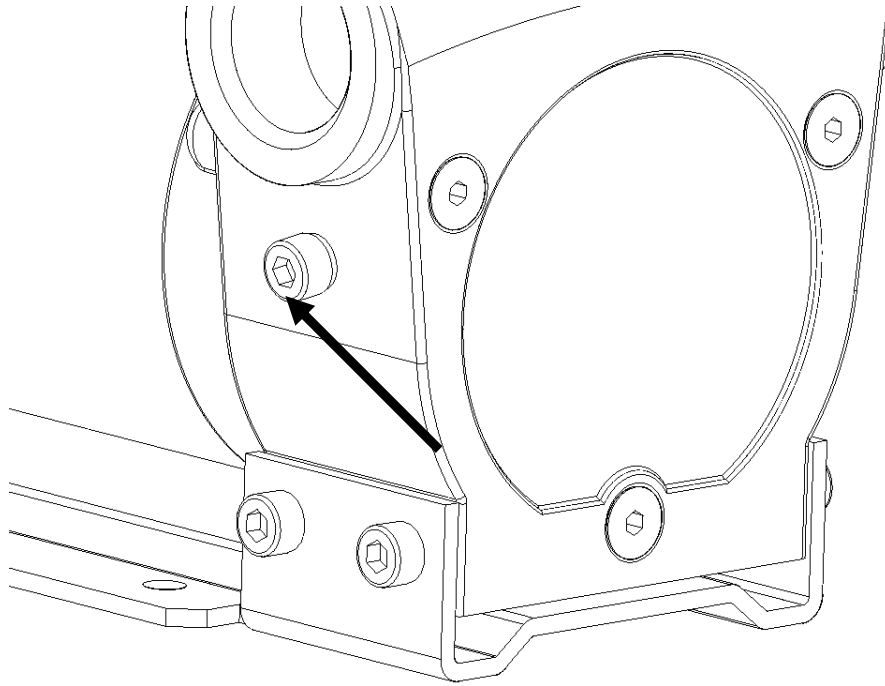

Fig. 3-1: Taladro para el sifón protector unido con tornillo (posición de suministro)
- Quite el tornillo y la junta de estanqueidad situados lateralmente en la carcasa de la bomba (ver fig. 3-1)